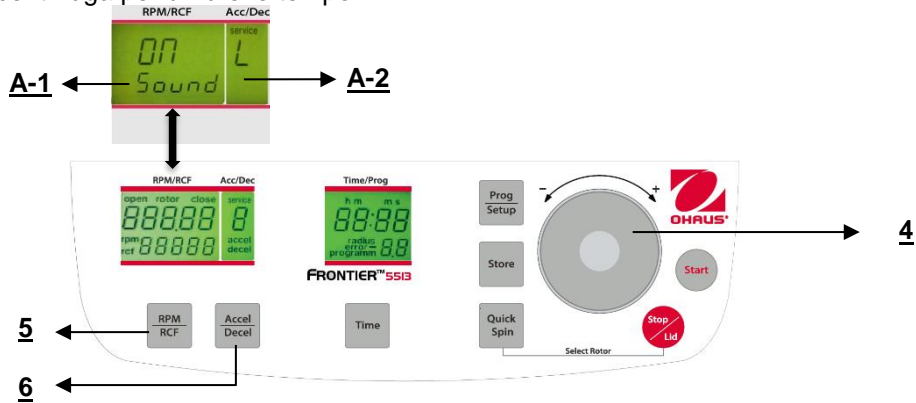

Figura. 30
Procedere come descritto al punto 4.1.2 per inserire questa modalità programma e poi premere il tasto "Accel/Decel" (6). Sul display "Acc/Dec" (A-2) lampeggia la parola "Service". Selezionare adesso la lettera "L" con la quadrante di regolazione (4). Di conseguenza, compaiono le parole "On Sound" sul display "RPM/RCF" (A-1). Se adesso si preme il tasto "RPM/RCF" (A-1), lampeggia la parola "On" e si può disattivare la suoneria, con la quadrante di regolazione(4) (Vedere figura 30). Dopo che si sono salvate le impostazioni (Vedere 4.1.2) ritornare nuovamente alla modalità normale disconnettendo la centrifuga per un breve tempo.